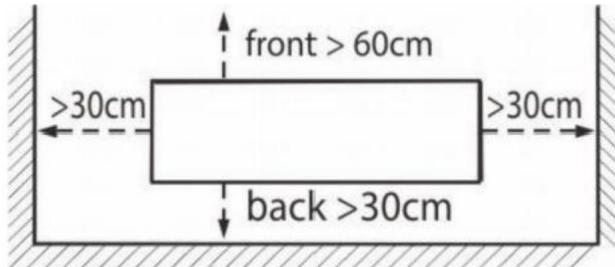

Abb.1
3.Die Kühleinheit muss in einem Zustand mit guter Belüftung installiert werden.Halten Sie den Abstand von mindestens 30 cm für die Rückseite (Luftauslass) und zwei Seiten und mindestens 60 cm für die Vorderseite (Luftteinlass) Auslass).Siehe Abb. 1.Mehr Freiraum sollte vorgesehen werden, wenn die Maschine in hohen Andernfalls wird die Kühlleistung verringert oder es kommt sogar zu Fehlfunktionen.